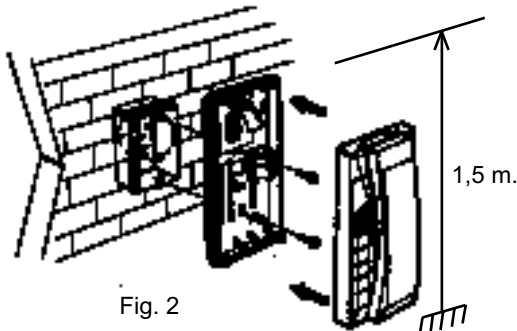

Fig. 2
- 2- Fissare il citofono su scatola rettangolare verticale standard a 3 moduli preventivamente incassata tramite le due viti in dotazione o avvitare le stesse su tasselli ad espansione $\varnothing 5$. Si consiglia di fissare la parte superiore del citofono ad un'altezza di 1,5 m dal pavimento (fig. 2).